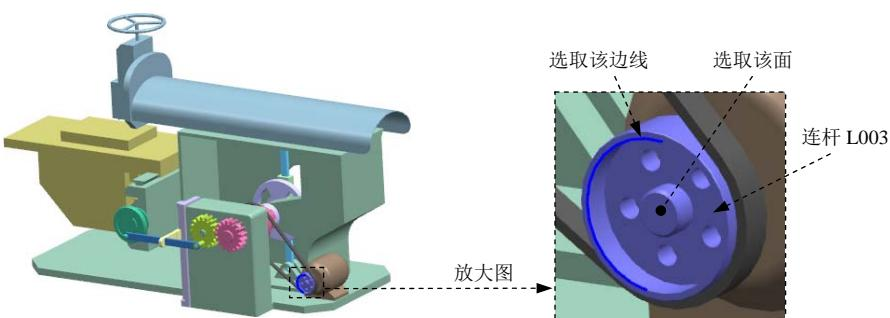

图 10.9.10 定义旋转副 (一)
- (1) 选择下拉菜单 **插入(S)** → **运动副(D)…** 命令，系统弹出“运动副”对话框。
- (2) 定义运动副类型。在“运动副”对话框 **定义** 选项卡的 **类型** 下拉列表中选择 **旋转副** 选项。
- (3) 选择连杆。取消隐藏所有的连杆，然后选取图 10.9.10 所示的连杆 L003。
选项，在模型中选取图 10.9.10 所示的圆弧为定位原点参照；选取图 10.9.10 所示的面作为矢量参考面，方向向外。